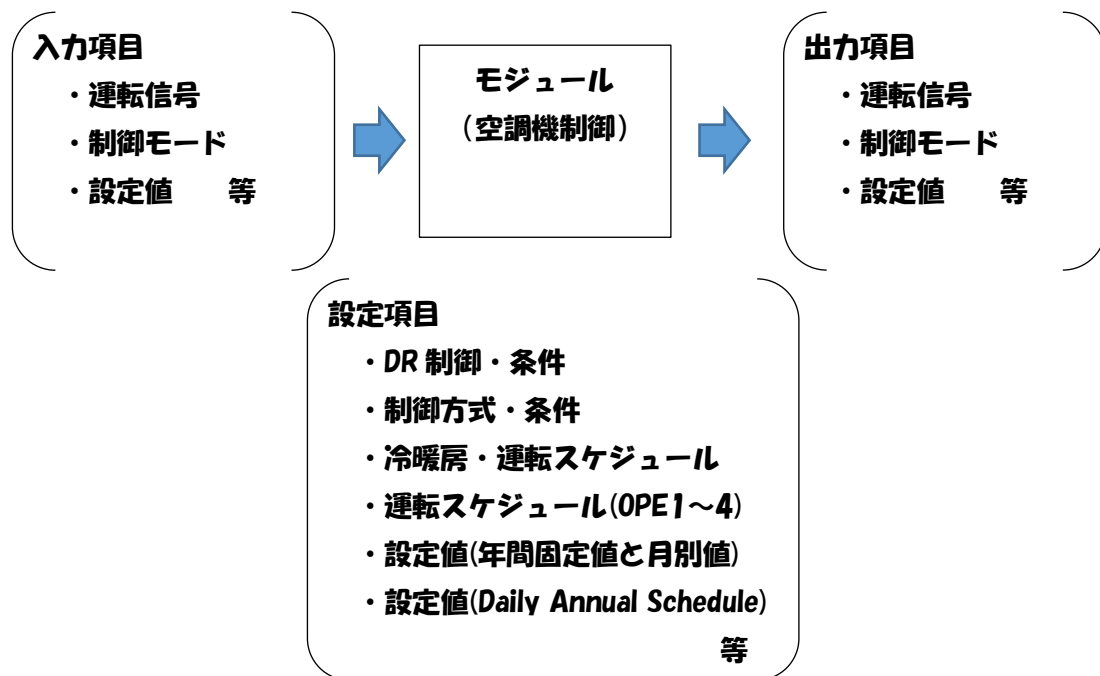

図 2 空調機制御モジュール
(4) スペック入力項目(図 2 における設定項目)
(5) シーケンス接続(図 2 における入力項目、出力項目)